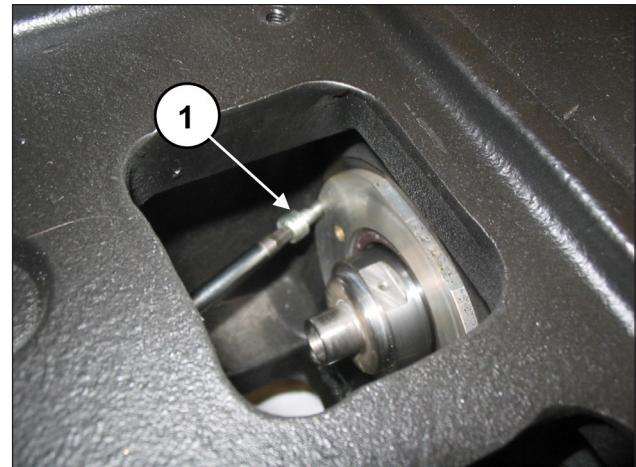

Fig. 133
Certifique-se de que a cobertura entre completamente no local (pos. ①, Fig. 132), prestando atenção para não danificar a borda da vedação do óleo. Aperte as coberturas da vedação do óleo através de dois parafusos M6x14 (pos. ①, Fig. 133).